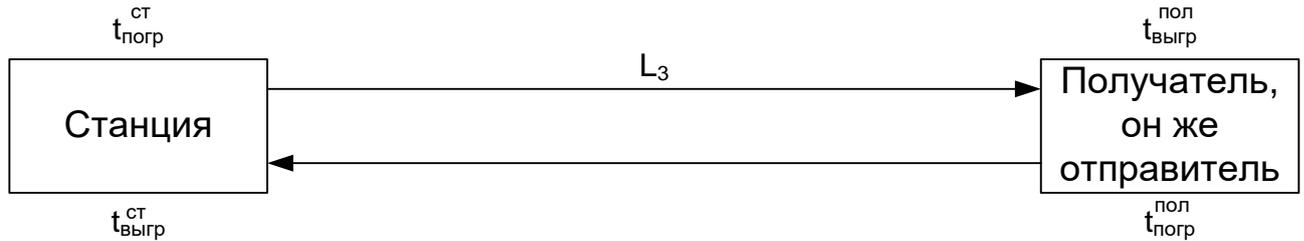

Рис. 7. Схема маятникового маршрута без порожнего пробега (в обе стороны с грузом)
- движение автомобиля без порожнего пробега – всегда с грузом (рис. 7).
Для вывоза и завоза контейнеров принимается схема маятникового маршрута (см. рис. 7)